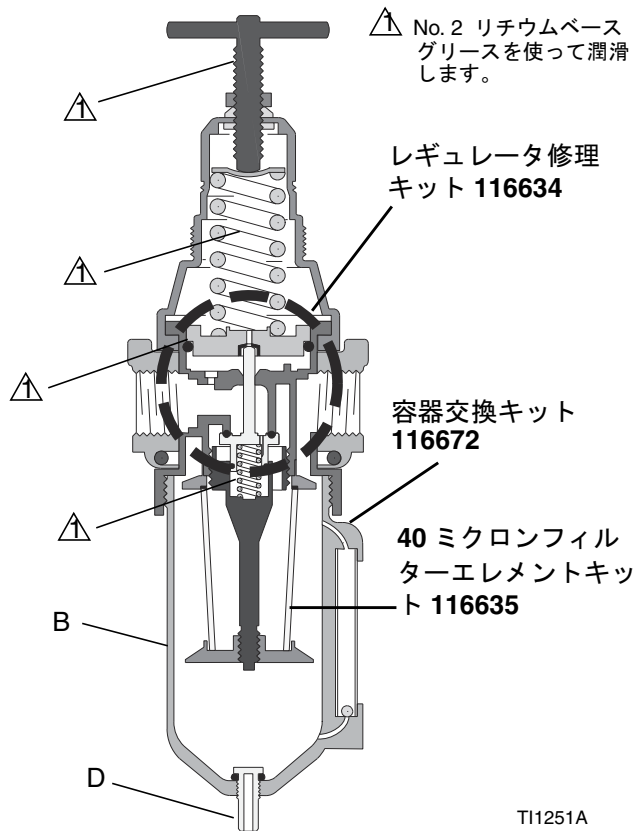

図 1: 116521、17C498 修理キット
バッフルレベルに達する前に、毎日、容器 (B) の底の排出口 (D) を開け、容器から廃液を排出してください。図 1 を参照してください。
ベアリングや O リング、調節ネジスレッド、スプリングの終端 No. 2 リチウムベースのグリースを塗ります。図 1 を参照のこと。レギュレーターの再組立